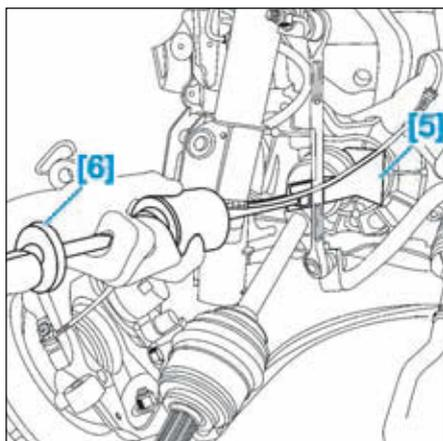

FIG.3
- Décoller la transmission de roue avant gauche côté boîte de vitesses à l'aide des outils [5] et [6] (Fig.3).